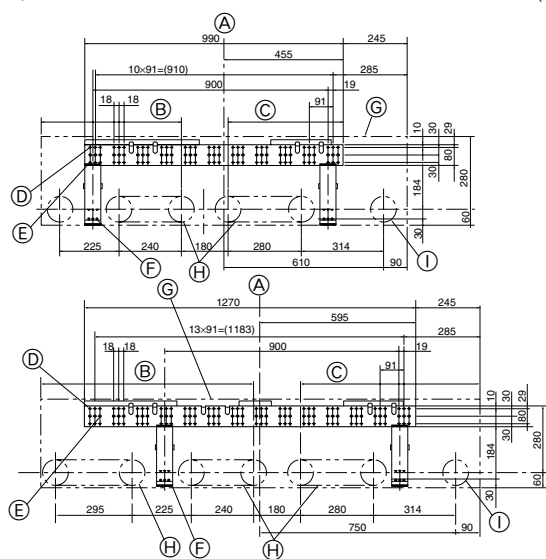

Fig. 3-2
3.2. Installering af vægbeslaget (Fig. 3-2)